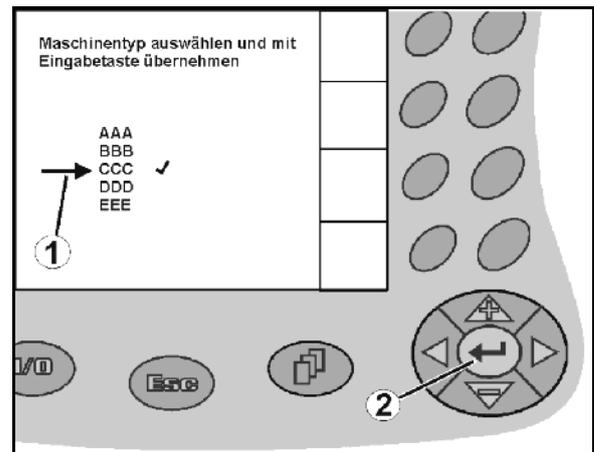

Fig. 16
1. Posicionar la flecha de selección (Fig. 16/1)  con  y  .
2.  Aceptar la selección (Fig. 16/2).